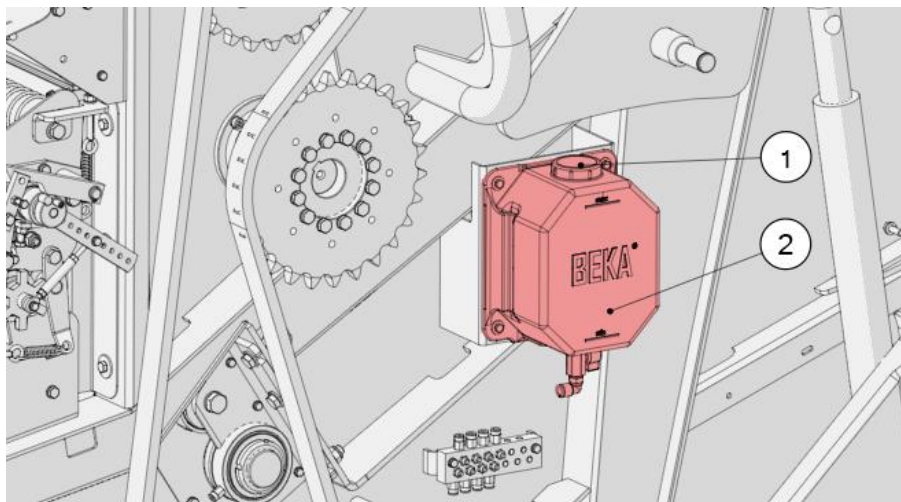

Рисунок 28. Бак автоматической смазки цепей
- Очистите машину вокруг бака (2), чтобы предотвратить попадание в него грязи (Рис. 28);
- Отвинтите пробку (1);
- Завинтите пробку (1);